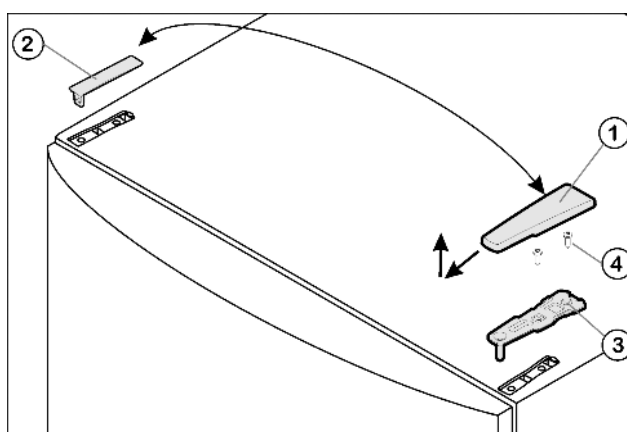

Fig. 4
- ▶ Enlever le cache Fig. 4 (1) vers l'avant et vers le haut.
- ▶ Retirer le cache Fig. 4 (2).
- ▶ Dévisser le support d'appui supérieur Fig. 4 (3) (2 Torx® 25) Fig. 4 (4) et retirer vers le haut.
- ▶ Placer le support d'appui supérieur Fig. 4 (3) sur le nouveau côté charnière de porte.
- ▶ Visser le support d'appui supérieur à fond (avec 4 Nm) (2 Torx® 25) Fig. 4 (4). Pointer les trous de vissage ou utiliser une visseuse sans fil.
- ▶ Faire encliqueter le cache Fig. 4 (1) et le cache Fig. 4 (2) du côté opposé.